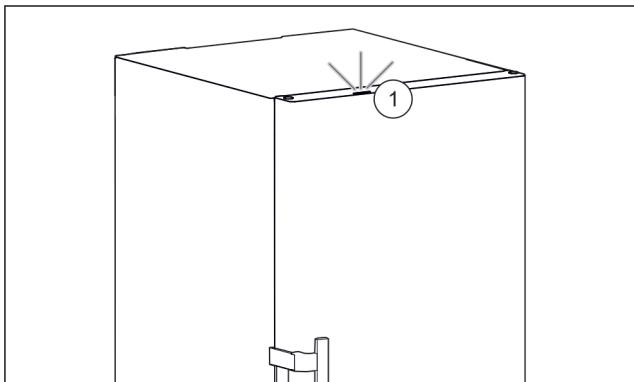

Fig. 56 Aktivno svjetlo statusa kada su vrata zatvorena
- Svjetlo statusa Fig. 56 (1) je aktivirano.